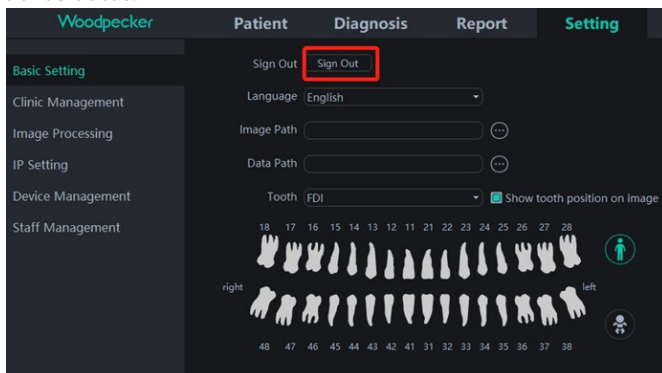

Figura 50
(1) En caso de imagen poco nítida, ajuste primero el tiempo de exposición. Si el ajuste repetido del tiempo de exposición no es válido, puede ir al software "Setting" -> "Device Management" para ajustar los parámetros del sensor.
(2) Durante el uso del software, cuando el servidor no esté disponible por alguna razón, el software entrará en la interfaz de desconexión del servidor, como se muestra en la Figura 50. En este momento, el usuario puede comprobar si la red es normal o reiniciar el servidor.